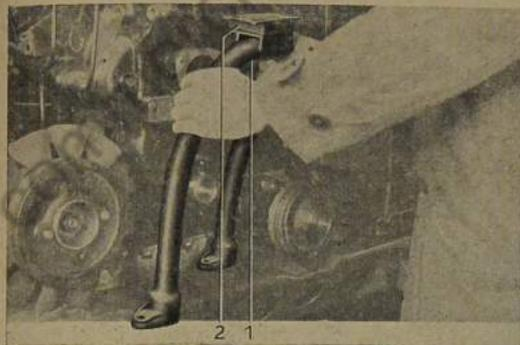

Bild 139: Vorderer Motorträger abnehmen
13. Kronenmuttern für Motorträger am Steuergehäusedeckel entsplinten und abschrauben (2 Schrauben, Muttern, Splinte). Motorträger abnehmen (Bild 139).